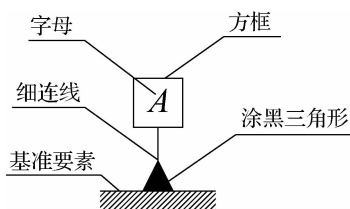

图 1-1-10 基准符号
①有形状或位置公差要求的零件的被测要素,在图样上必须明确标明基准要素。
②基准要素用基准符号或基准目标表示。相对于被测要素的基准,用基准字母表示。带圆圈的大写字母用细实线与粗的短横线相连,如图 1-1-10 所示。